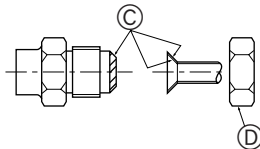

Fig. 5-4
Ⓐ (Fig. 5-4)
Ⓑ (Fig. 5-4)
5.5. Aansluiten van de pijpen (Fig. 5-4)